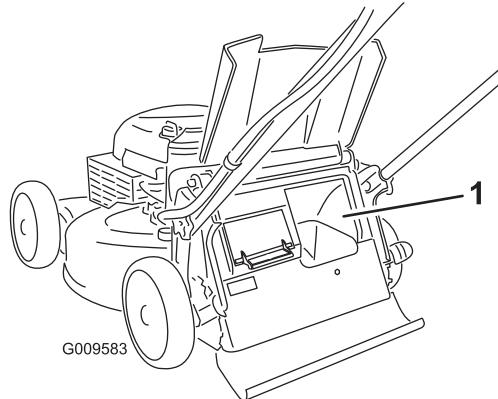

Figuur 19
- Als u het gras en de bladeren wilt oppangen, druk dan op de knop van de grasvangerhendel en beweeg deze naar voren tot de knop op de hendel naar boven klikt (Figuur 19).